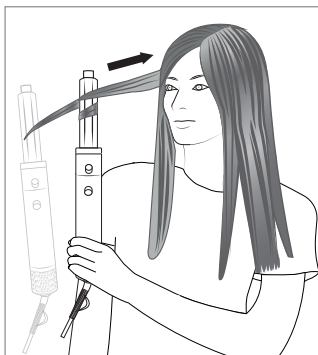

Fig. 3
- 5) Maintenez l'embout à boucler **8/9** à la verticale et déplacez-le lentement en direction de la racine des cheveux, sans le tourner. Tirez l'embout de façon à maintenir la mèche de cheveux un peu tendue (voir fig. 3).